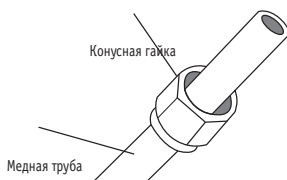

Рис. 7.6
3. Наденьте конусные гайки на оба конца трубы. Гайки должны быть ориентированы в правильном направлении, поскольку после развальцовки гайки нельзя будет надеть или изменить их ориентацию (см. рис. 7.6).